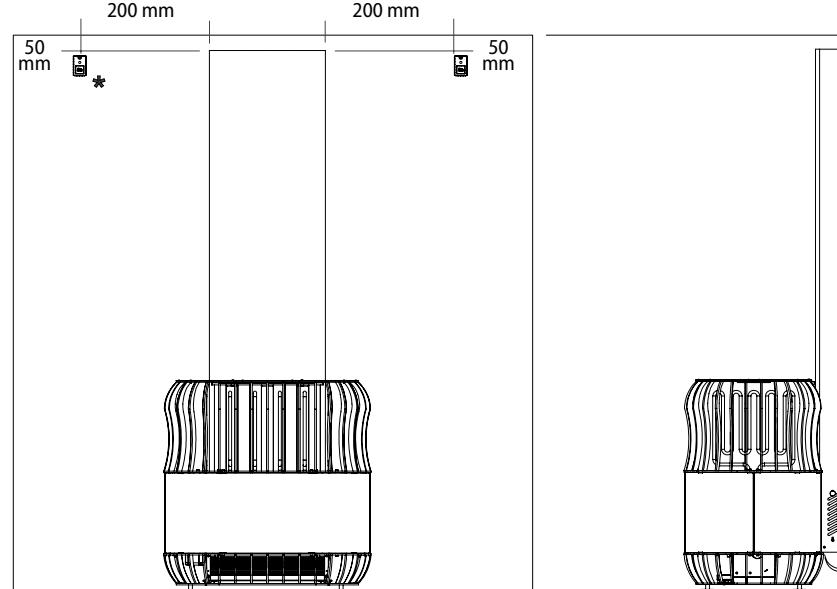

Figura 1
N.B.: la temperatura massima all'altezza del sensore di temperatura dell'unità di controllo (200 mm dal riscaldatore e 50 mm dal soffitto) è 100 °C (Figura 1).